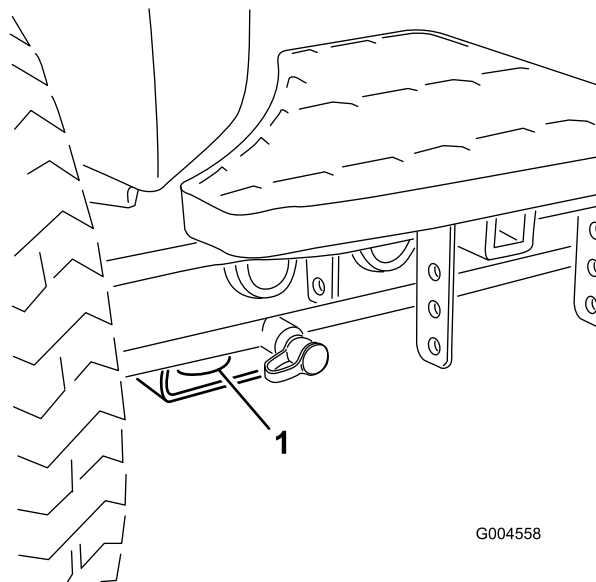

Figura 24
- Anteriore – foro nel supporto rettangolare, sotto il tubo dell'assale, all'interno delle ruote anteriori (Figura 24).